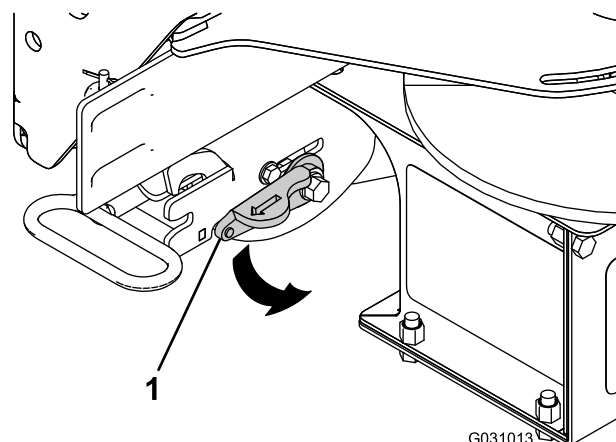

Figura 10
4. Gire la palanca de bloqueo en la pieza de fijación RT3 hasta la posición de BLOQUEO (Figura 10).